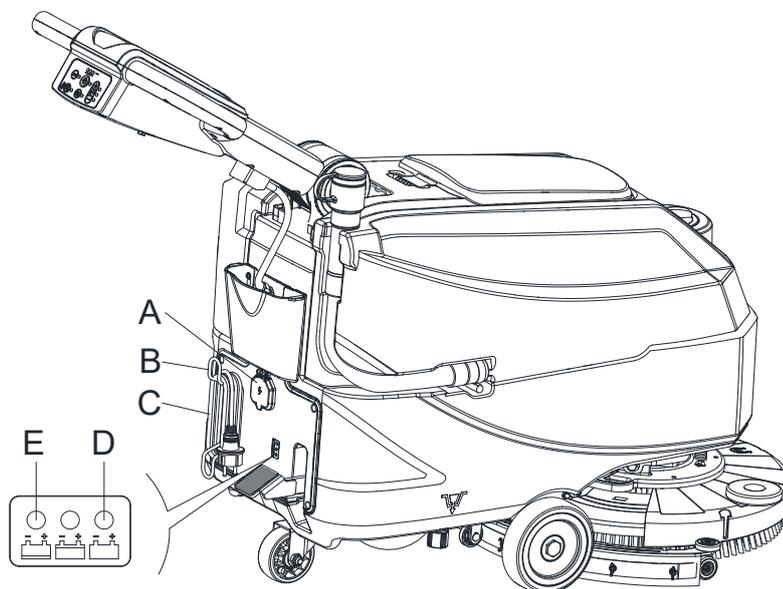

Рис. 13
1. Подключите кабель зарядного устройства батареи (С, Рис. 13) к электросети (А); напряжение и частота электросети должны быть совместимы со значениями зарядного устройства батареи, указанными на табличке с серийным номером машины (41, Рис. 2). Когда зарядное устройство батареи подключено к электросети, все функции машины автоматически отключаются. Если на панели управления зарядного устройства горит красный предупредительный световой сигнал (Е), зарядное устройство заряжает батареи.
2. Включение зеленого предупредительного светового сигнала (D) означает, что зарядка батарей завершена.